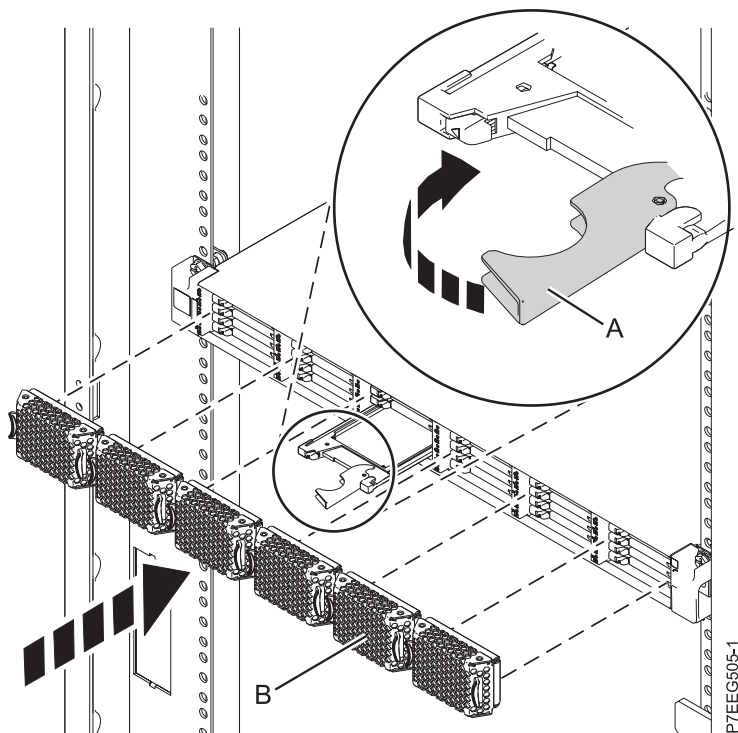

Figura 8. Instalación de una unidad de estado sólido en Alojamiento de almacenamiento PCIe de EDR1
1. Con el asa en la posición de desbloqueo, alinee la unidad de estado sólido con los rieles de guía del alojamiento. Consulte Figura 8 en la página 18.